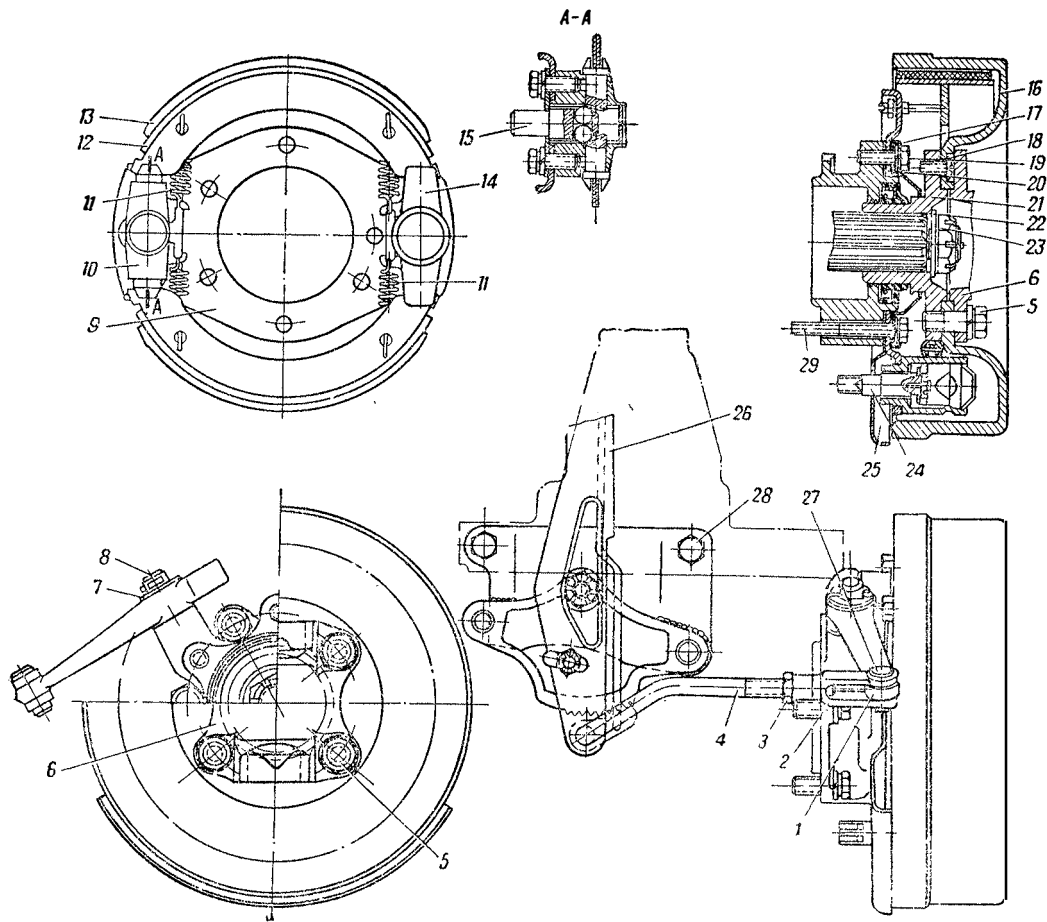

Рис. 17. Ручной тормоз:
2. Вывернуть винты 18 (рис. 17) и снять тормозной барабан 16.
1. Установить тормозные колодки 12 (рис. 17) на щит 9 тормоза и присоединить стяжные пружины 11.
Регулировка ручного тормоза заключается в установке нормального зазора между тормозными колодками 12 (рис. 17) и тормозным барабаном 16 в пределах 0,4—0,6 мм. Данный зазор устанавливается с помощью регулировочного механизма 14.
8. Вывернуть болты 5 (рис. 17) и отсоединить карданный вал 6 от тормозного барабана 16.